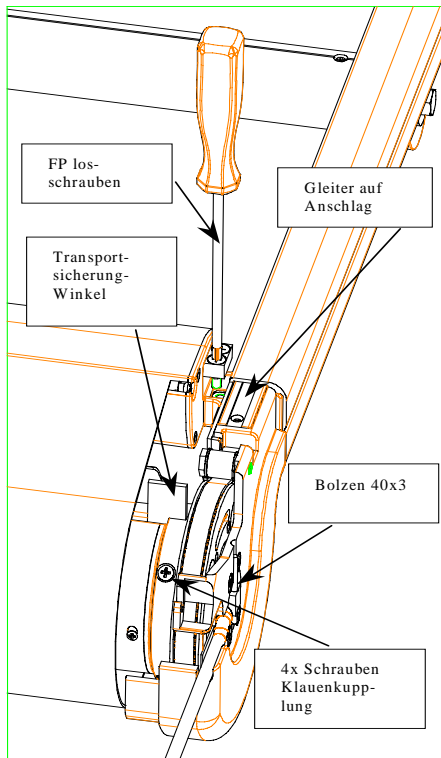

Bild 1: W6 - Motorseite
- Gleiter in der Führungsschiene bis auf Anschlag an der Konsole schieben (Bild 1).
- **Achtung!** Die vier radial angeordneten Schrauben der Klauenkupplung (Bild 1) mit der Schlauchschelle gegen herausdrehen sichern! (Bild 7). Schlauchschelle über den Schraubenköpfen anbringen. Schlauchschelle darf nirgends schleifen.